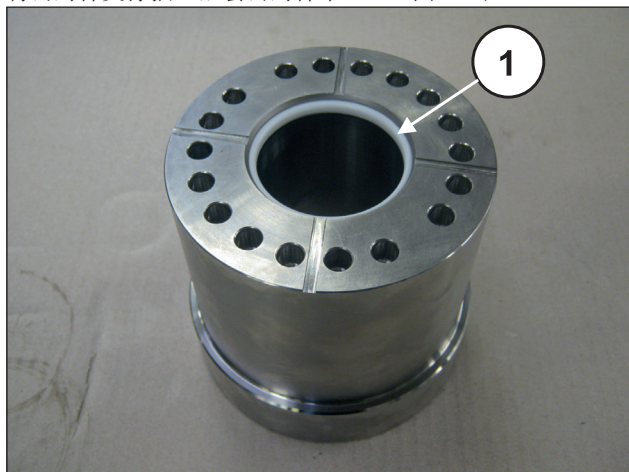

图 195
重新安装各部件时，按反顺序执行操作，此外还应特别注意下列的顺序；拧紧力矩值和步骤应遵循第3节中的说明。将密封件支撑插入缸套密封件中（①，图 195）。